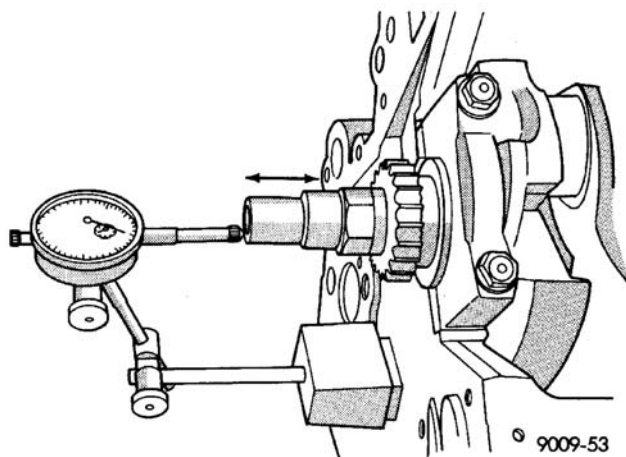

图 53 检查曲轴端隙-标准
(1) 将针盘指示器固定至发动机前侧,将探针定位至曲轴凸端(图 53)。
(2) 将曲轴向后推到底。
(3) 将针盘指示器归零。
(4) 将曲轴一路移动至前端,并查看针盘指示器上的读数。(请参阅第 9 单元-发动机-规格)查询端隙规格。